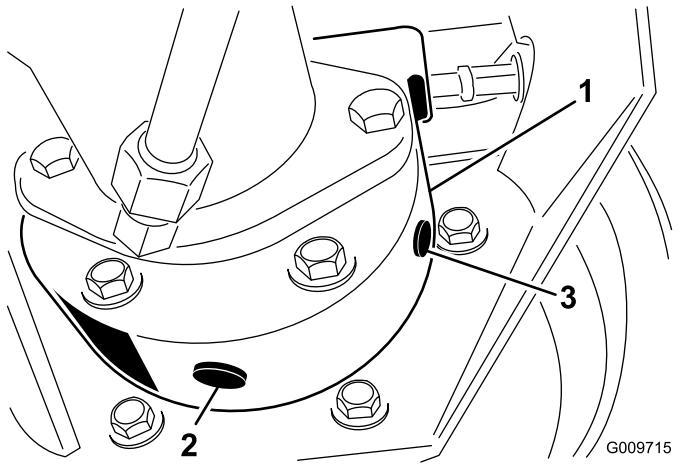

図 43
3. ホイールの反対側のブレーキ・ハウジング（図 43）の下にも容器を置く。